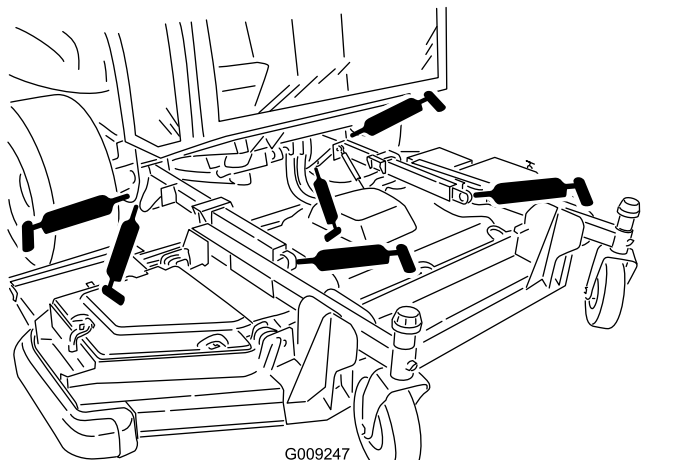

図 84
- 昇降アームのブッシュ2ヶ所 図 84
- 昇降アームのボールジョイント 2ヶ所 図 84
- 前デッキの昇降シリンダのピボット2ヶ所 図 84